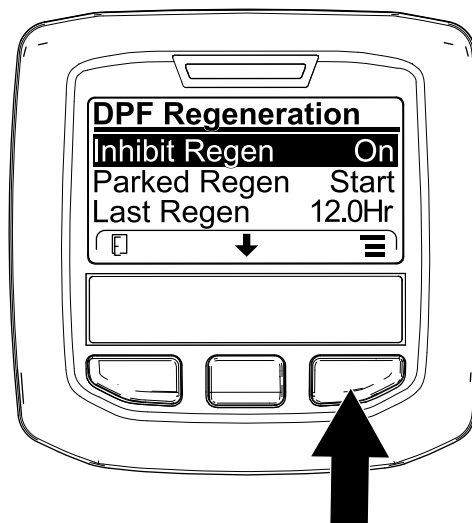
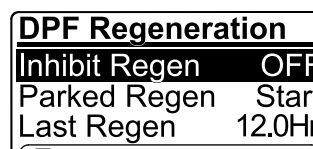

Рисунок 48
Рисунок 49
1. Перейдите в меню DPF Regeneration (Регенерация DPF), нажмите среднюю кнопку, чтобы перейти вниз к опции Inhibit Regen (ЗАПРЕТ РЕГЕНЕРАЦИИ), и нажмите правую кнопку, чтобы выбрать опцию Inhibit Regen (Запрет регенерации) (Рисунок 48).
2. Нажмите правую кнопку, чтобы изменить настройку запрета регенерации с On (Вкл.) на Off (Выкл.) (Рисунок 48) или с Off (Выкл.) на On (Вкл.) (Рисунок 49).